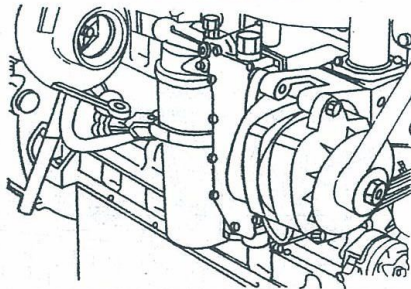
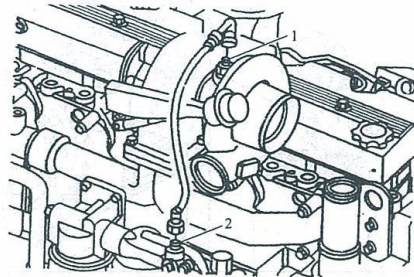

图 1-361 拆下机油滤清器
图 1-362 断开增压器机油管
3) 拆下机油滤清器, 见图 1-361; 断开涡轮增压器机油管, 见图 1-362。